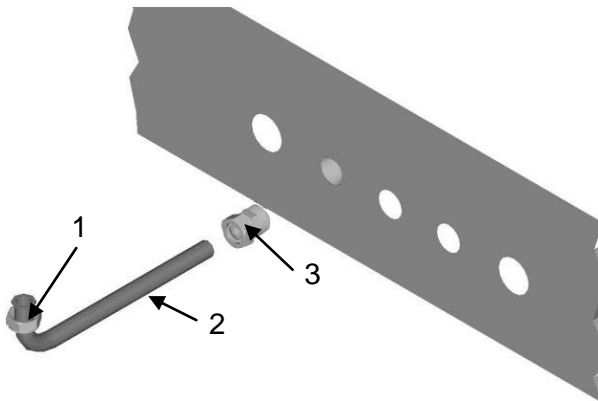

Figura 11
- Utilizzare i relativi girelli (n° 1 in Figura 11) per collegare i tubi (n° 2 in Figura 11) presenti nel kit
- Utilizzare i raccordi tipo "bicono" (n°3 in Figura 11) per collegare i tubi alle connessioni "femmina" a parete.